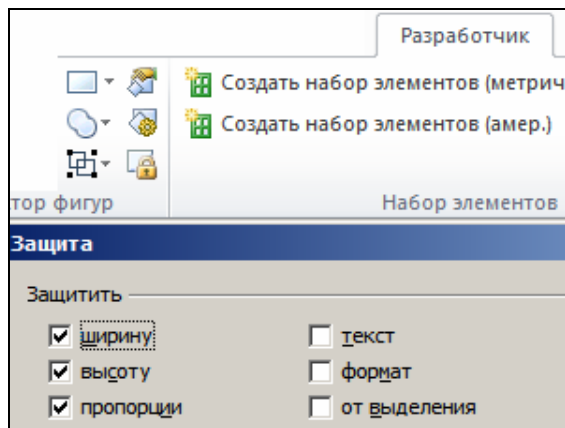

Рис. 1.33. Захист фігури
15. Нарешті, захистимо фігуру від змін її розмірів. Задля цього ввімкнемо відображення на стрічці вкладки *Разработчик* (див. раніше п. 1.6: *Файл / Параметры / Дополнительно / Обице / Запуск в режиме разработчика*). На цій вкладці використаємо кнопку *Защита* і встановимо для виділеної фігури захист від змін її ширини, висоти та пропорцій (рис. 1.33).